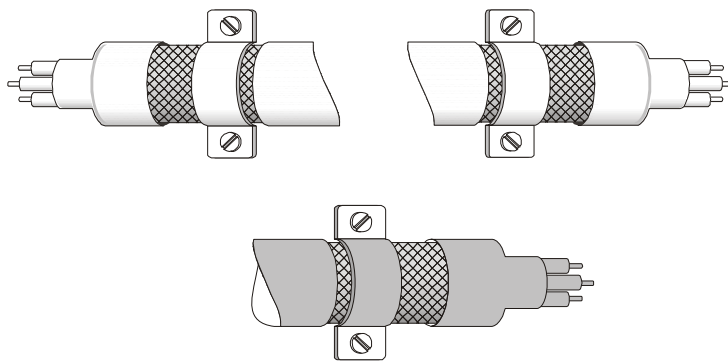

图 2
- ☑ 马达线的隔离铜网与金属板的连接方式需正确，应将马达线两端的隔离铜网使用 U 型金属配管支架与金属板固定，正确连接方式请见图 2 正确的连接方式。